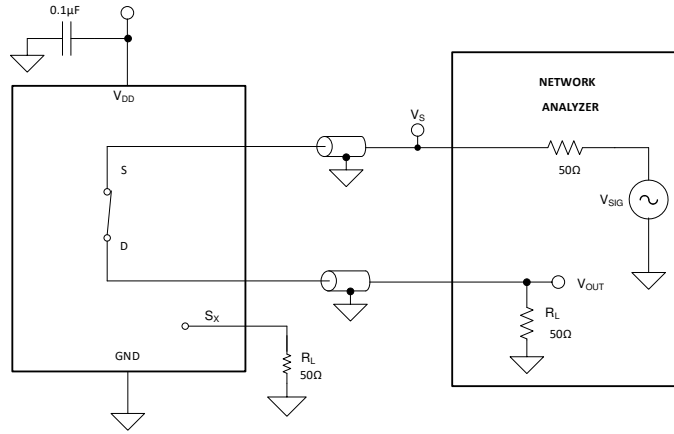

图 6-9. 带宽测量设置
带宽定义为当输入施加到开启通道的源极引脚 (Sx) 且输出在器件的漏极引脚 (D) 处测量时衰减小于 3dB 的频率范围。图 6-9 展示了用于测量带宽的设置。